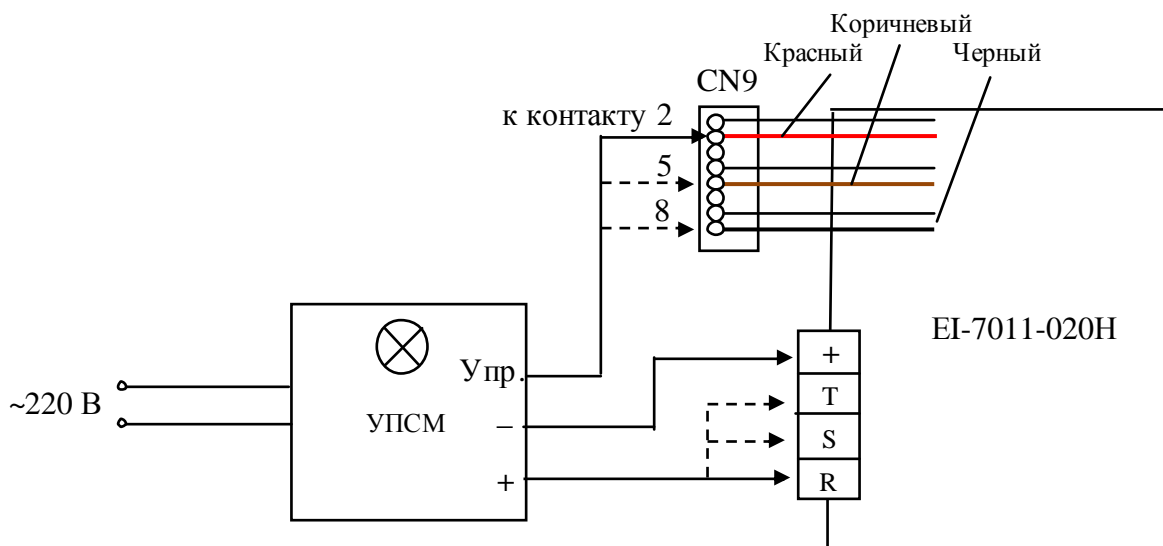
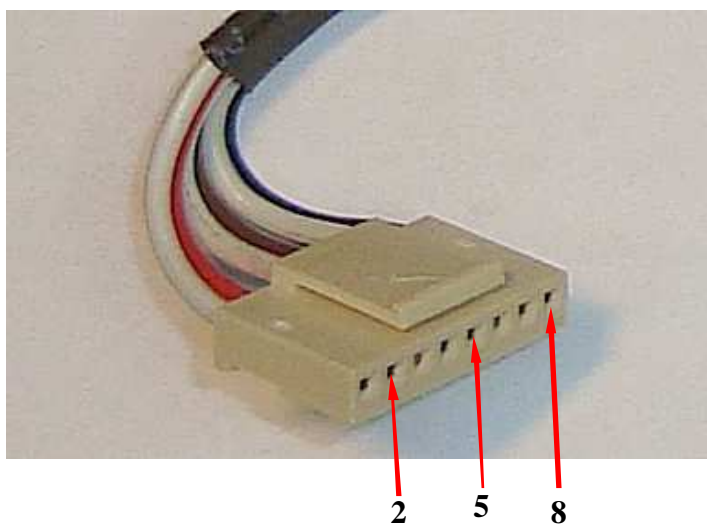

Рис. 4.7. Схема проверки тиристоров входных модулей.
Рис. 4.8. Нумерация контактов разъема CN9
4.7.8. Выполнить проверку тиристора модуля SKKH91/16 E канала R. Соединить выход «+» УПСМ с клеммой R преобразователя, выход «-» УПСМ с клеммой «+» преобразователя, а выход «Упр.» УПСМ с 2-м выводом (красный провод) розетки разъема CN9 преобразователя (рис.4.7). Нумерация контактов разъема CN9 представлена на рис. 4.8.